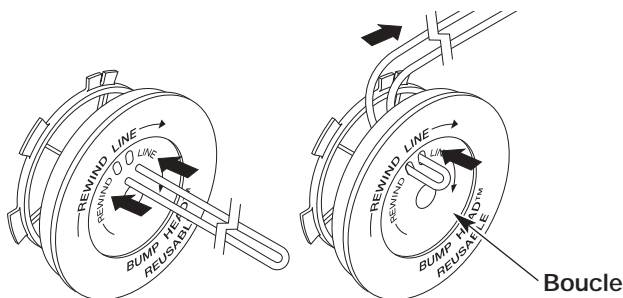

Figure 16
- Découpez environ 7,6 m (25 pi) de fil neuf et faites-en deux boucles de longueurs égales. Insérez chaque extrémité de fil dans l'un des deux trous du moulinet (Fig. 16). Tirez le fil à travers le moulinet pour que la boucle soit le plus petit possible.